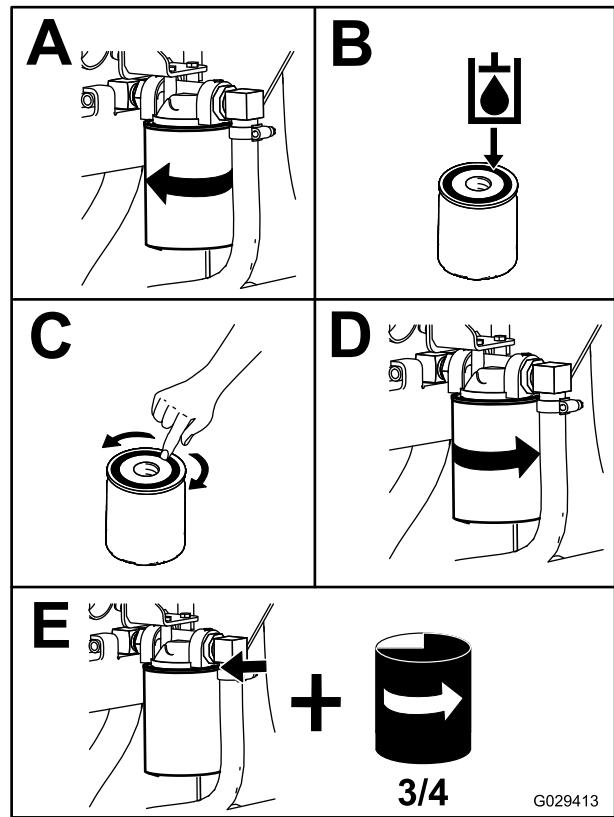

Figure 58
4. Placez un bac de vidange sous le filtre et remplacez le filtre (Figure 58).